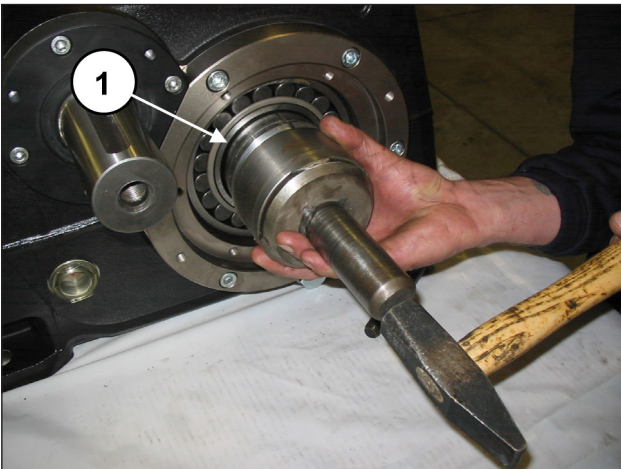
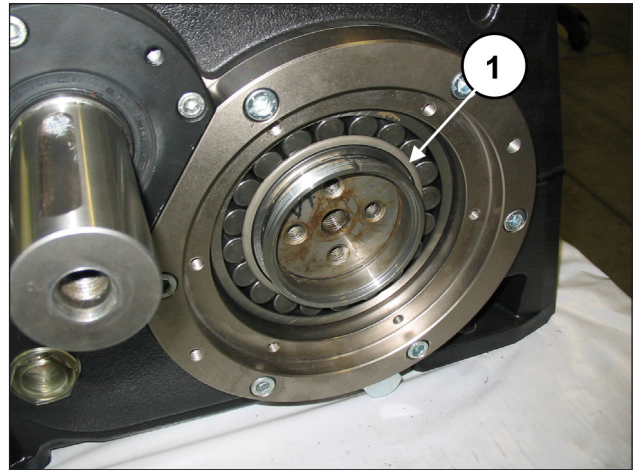

Abb. 76
Abb. 77
Treiben Sie die Druckbuchse vollständig auf die Kurbelwelle (Pos. ①, Abb. 76 e Abb. 77) mithilfe eines Schlagwerks und eines Dorns ein.